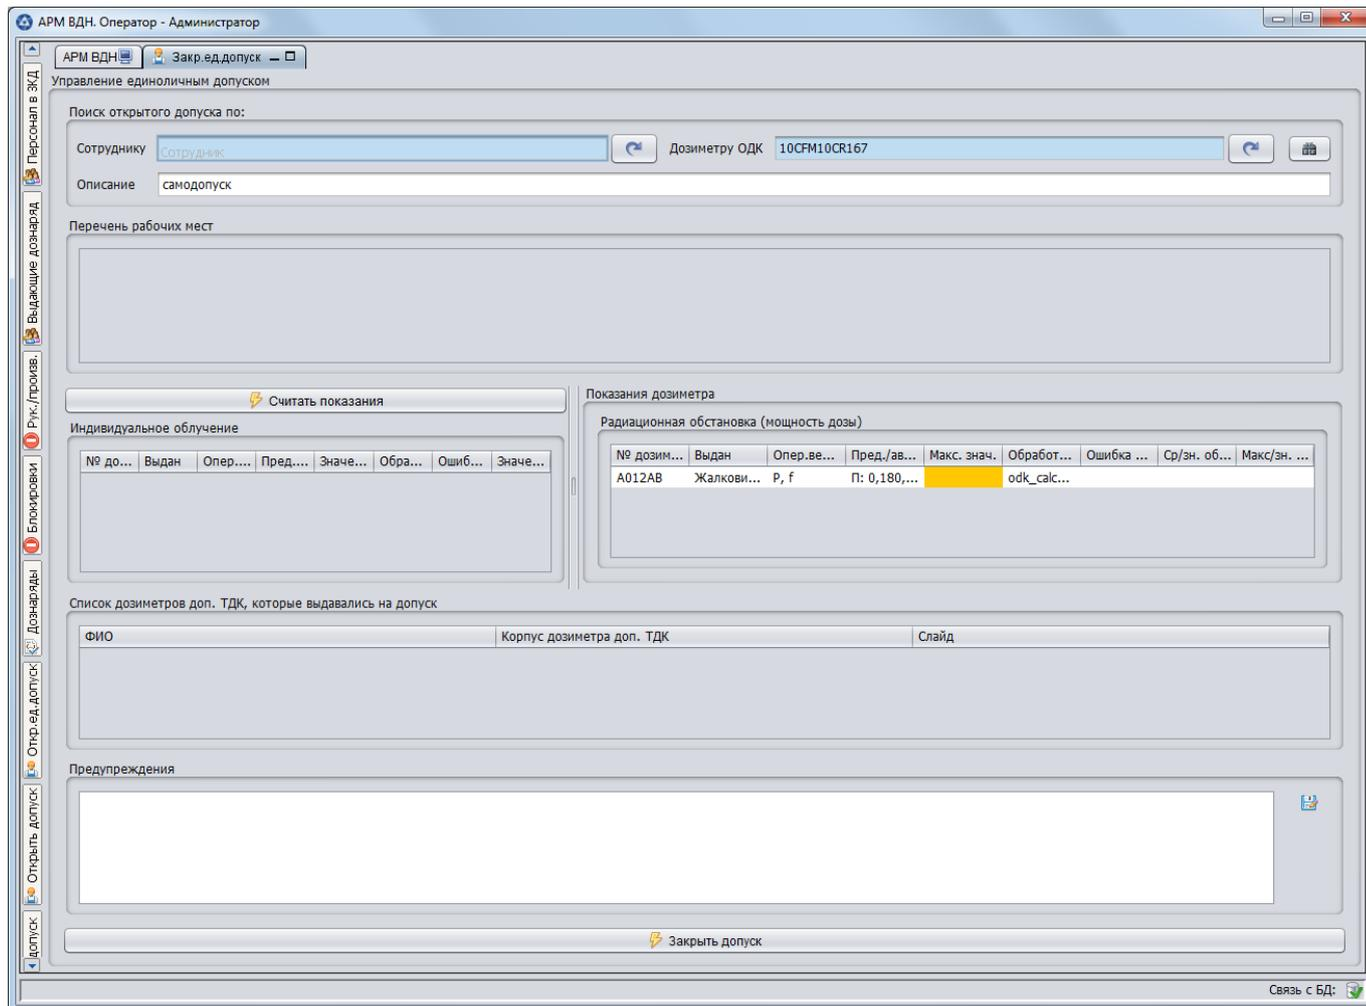

Рисунок 12
3.4.10.1. Панель «Закрывать едиличный допуск» предназначена для просмотра, редактирования зарегистрированных измерений слайдов ТДК. Панель «Закрывать едиличный допуск» содержит таблицу зарегистрированных измерений слайдов ТДК (см. рис. 12).